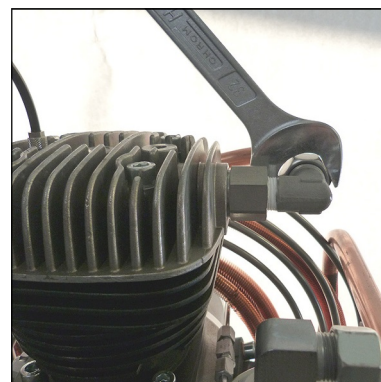

Abb. 6 - Rohrleitungsverschraubung anschließen und anziehen
- Rohrleitungsverschraubung anschließen und anziehen (Abb. 6).